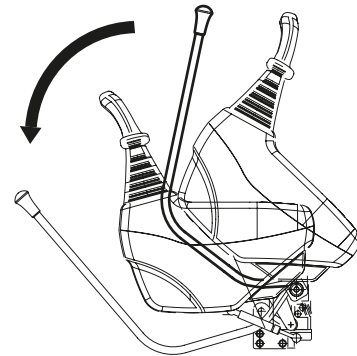

Figura 13
2. Coloque la palanca de seguridad (1, Figura 13) en la posición de "DESBLOQUEO".